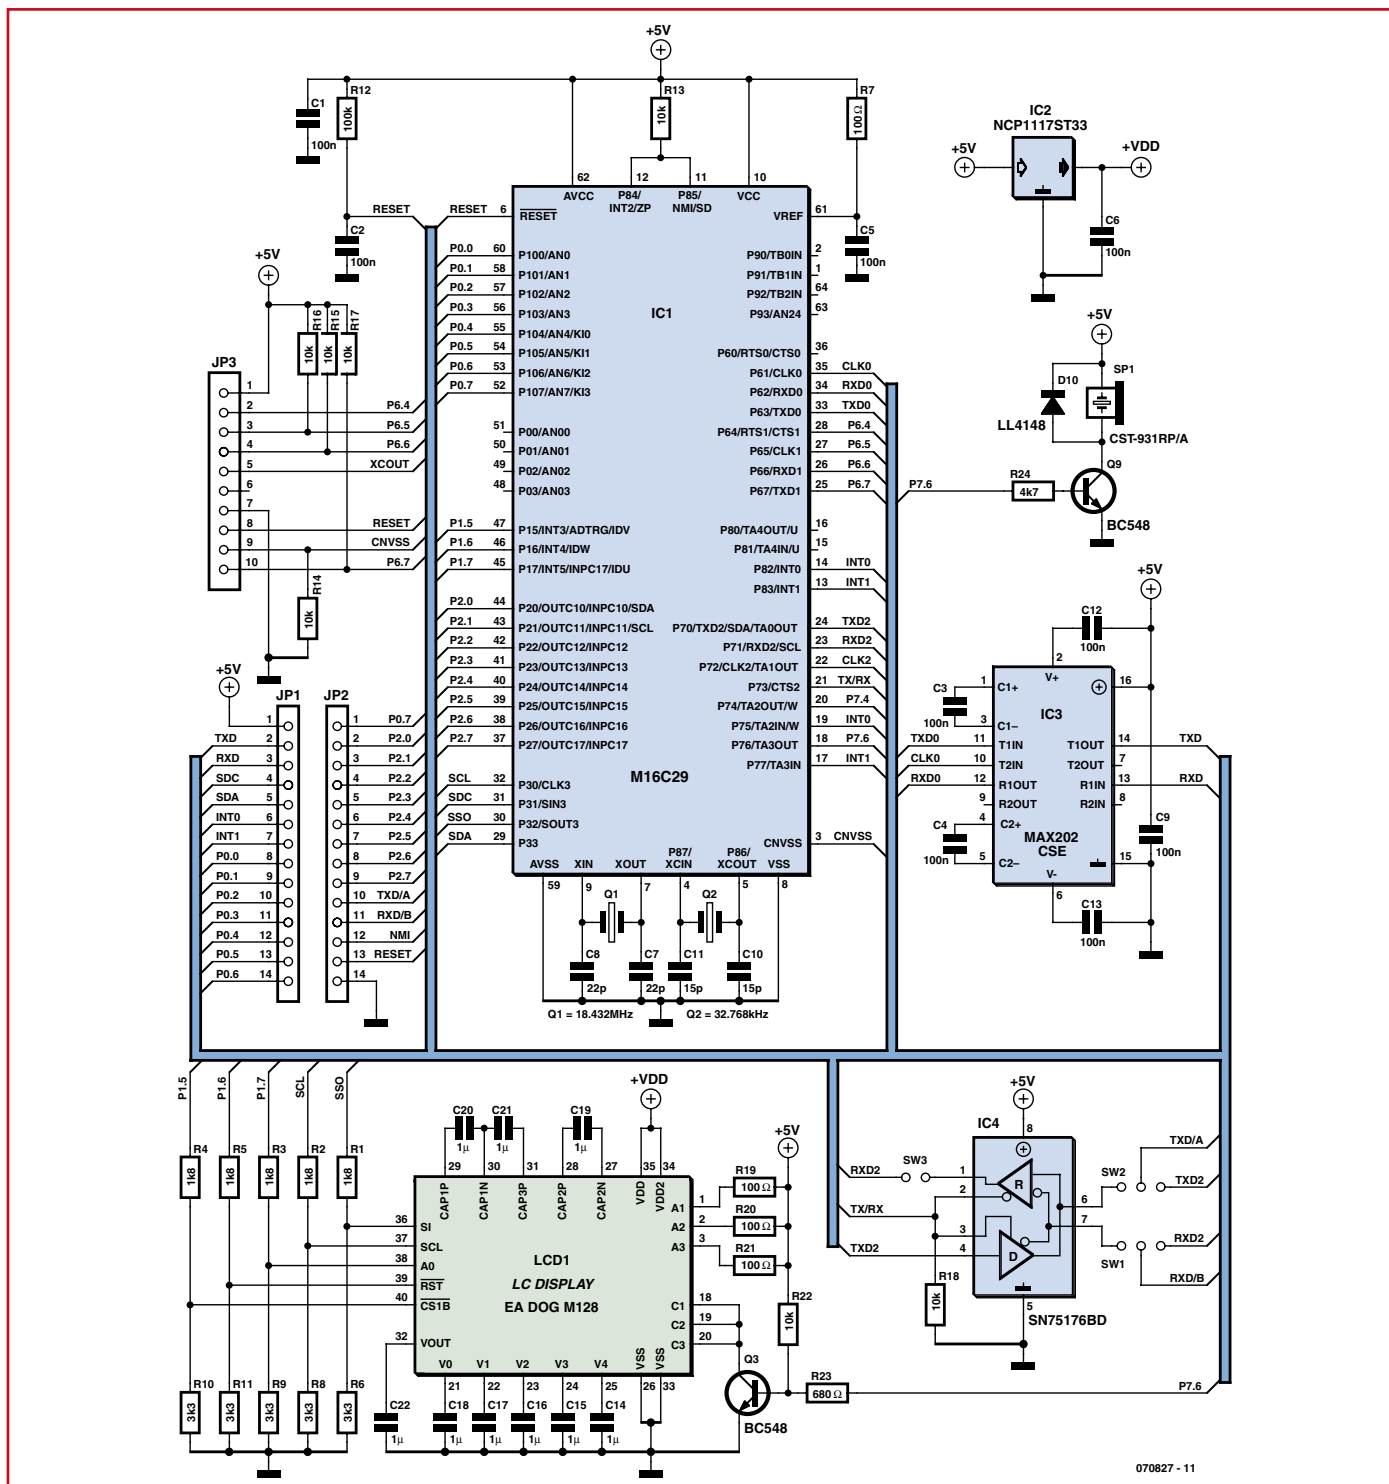

Figure 1. L'électronique centrée sur le M16C n'est pas, tout est relatif, trop complexe.
**Figure 1.** Le circuit du USB-AVRprog d'Elektor est très semblable à celui de son prédécesseur USBprog dans Elektor d'octobre 2007. Un pont USB et un microcontrôleur. C'est tout.
remplacer l'ATmega32 par un ATmega16. Comme on peut le voir dans la **figure 1**, le circuit du USB-AVRprog d'Elektor a à peine changé par rapport à la version initiale. On peut réaliser d'autres économies en réduisant la surface de la carte. On utilisera pour cela une prise USB miniature et une interface ISP 6 broches au lieu de 10 broches (compatible avec la carte expérimentale CC2). La carte résultante (**figure 2**) ne mesure que 4 x 1,7 cm. Difficile de faire mieux ! Des composants CMS, des dimensions
L'électronique, représentée en **figure 1**, n'est pas trop sibylline. On trouve à son coeur le microcontrôleur, IC1, un M16C29 dont la cour de composants connexes a été réduite au strict nécessaire. L'entrée de réinitialisation (Reset) s'accommode d'une simple combinaison RC, R12/C2. Un quartz oscillant à 18,432 MHz, IC1, sert d'horloge primaire. Officiellement, la fréquence d'horloge maximale est de 20 MHz. Si l'on veut cependant que les interfaces sérieelles supportent tous les taux de transmission (*baudrate*) standard, de 300 à 115 200 bauds, ces 18,432 MHz sont la fréquence d'horloge maximale que permet le diviseur interne. Le quartz CMS utilisé n'en est pas moins, cependant, un composant standard. L'affichage a été soudé directement sur le dessus de la platine de manière à donner au module la compacité la plus grande possible. L'implantation des composants se fait sur le dessous uniquement. Ceci implique, à quelques rares exceptions près, l'utilisation de composants CMS, remarque qui vaut également pour le second quartz, Q2, qui, avec ses 32,768 kHz, fait office d'horloge secondaire, horloge entrant en jeu à deux occasions : l'un des temporisateurs peut être programmé en horloge en temps réel, en vue, par exemple, de déclencher, toutes les secondes une interruption à faible priorité. Mais cette horloge secondaire peut également faire office d'horloge primaire lorsque l'on veut que le microcontrôleur consomme le moins possible.